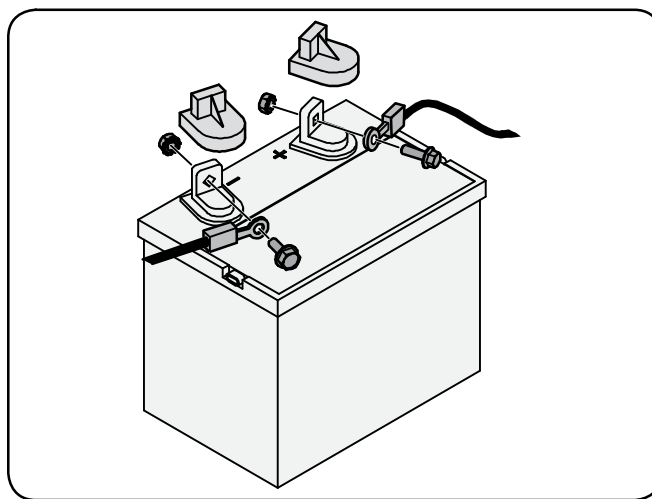

Figure 3-2
1. Enlevez le couvercle en plastique, si équipé, de la borne positive de la batterie et attachez le câble rouge à la borne positive de la batterie (+) avec le boulon et l'écrou à six pans. Voir la Fig. 3-2.
2. Enlevez le couvercle en plastique, si équipé, de la borne négative de la batterie et attachez le câble noir à la borne négative de la batterie (-) avec le boulon et l'écrou à six pans. Voir la Fig. 3-2.